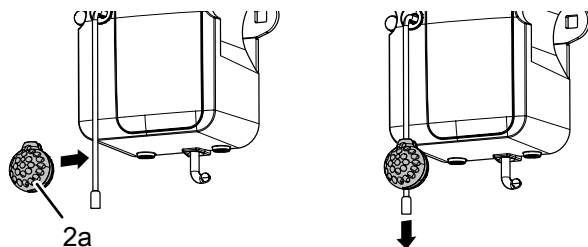

Abb. 7: Einbruchhemmung rückgängig machen
Stecken Sie das Gleitstück (19) auf das Laufschiennenprofil, schieben Sie es in die hintere Öffnung am Motorkopf (2) und schrauben Sie es mit der Schraube (14) fest (Abb. 7).